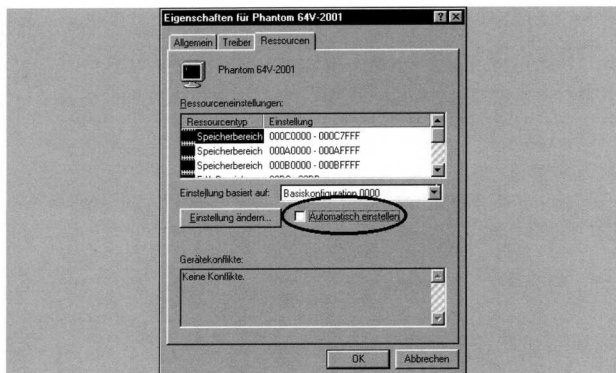

Abb. 6.5: Ressourcen-Manipulation für die Installation einer Grafikkarte
- ☐ In der Systemsteuerung rufen Sie unter System den Geräte-Manager auf und wählen dort unter der Geräteklasse GRAFIKKARTEN. Doppelklicken Sie auf den Grafikadapter, der Ihnen dort Schwierigkeiten bereitet, und wählen Sie dann die Karteikarte RESSOURCEN, wie es auch in der Abbildung 6.5 zu sehen ist.